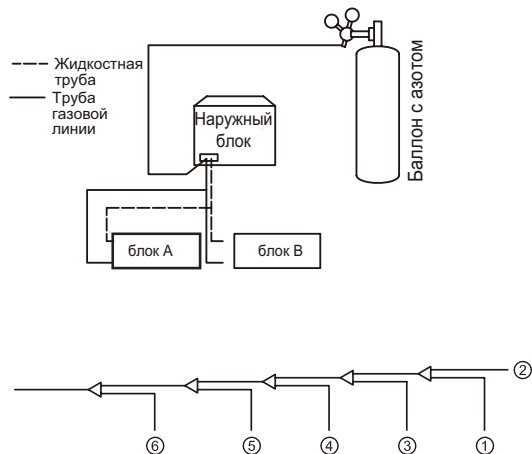

Рисунок 5.28
8. Точно так же продувайте другие отверстия, двигаясь последовательно от блока А к наружным блокам. См. Рисунок 5.28.